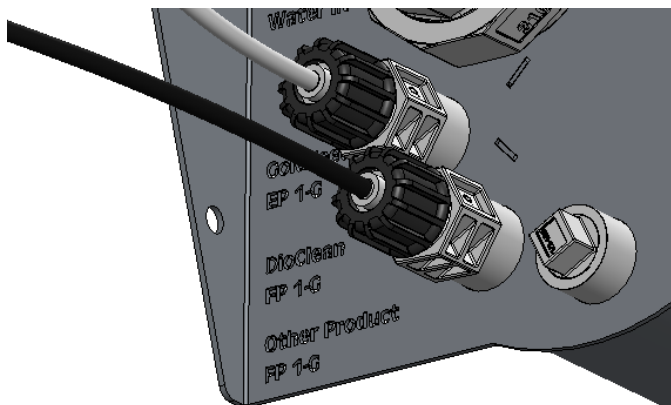

Figure 46.
19. Montage : Vissez l'injecteur sur le côté gauche du réservoir de mélange au niveau de « DioClean FP 1-G ». Voir figure 46.
Prenez le tuyau blanc raccordé au régulateur de débit et raccordez-le au côté gauche du réservoir de mélange, sur l'injecteur marqué « GoldFeed EP 1-G » (voir figure 46).